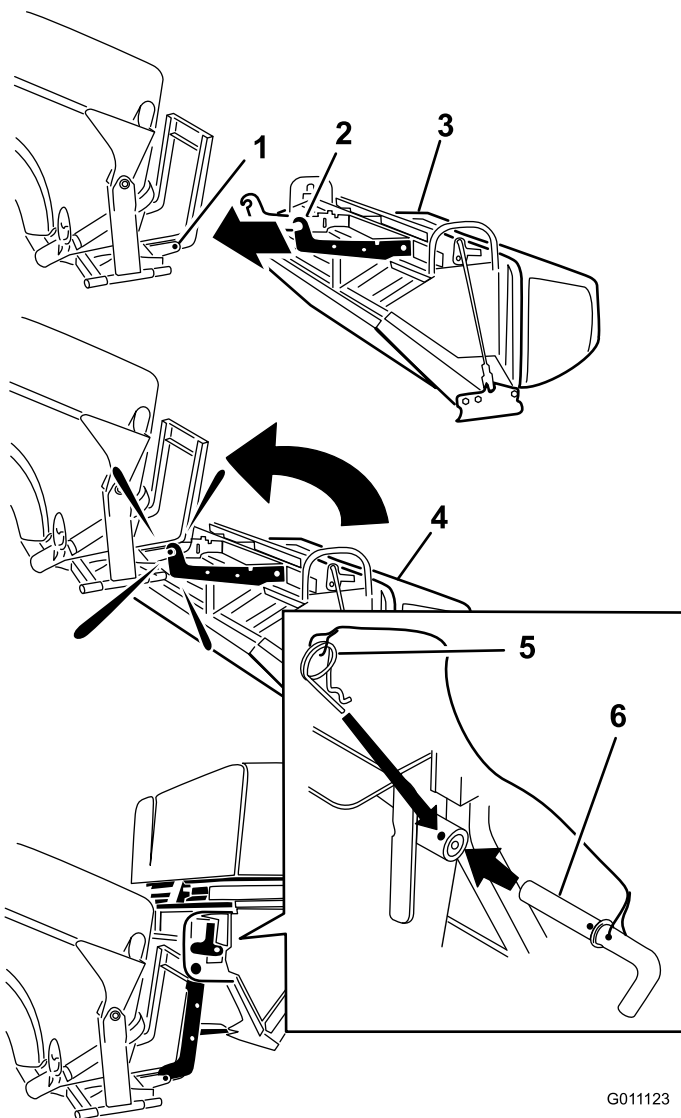

Bild 11
1. Stellen Sie das Heckfangsystem auf die Rückseite (Bild 11).
2. Schieben Sie die Haken auf die untere Befestigungshalterung (Bild 11).
4. Fluchten Sie das Loch im Heckfangsystem mit der oberen Befestigungshalterung aus (Bild 11).
5. Setzen Sie den Stift ein und befestigen Sie ihn an beiden Seiten mit dem Splint (Bild 11).